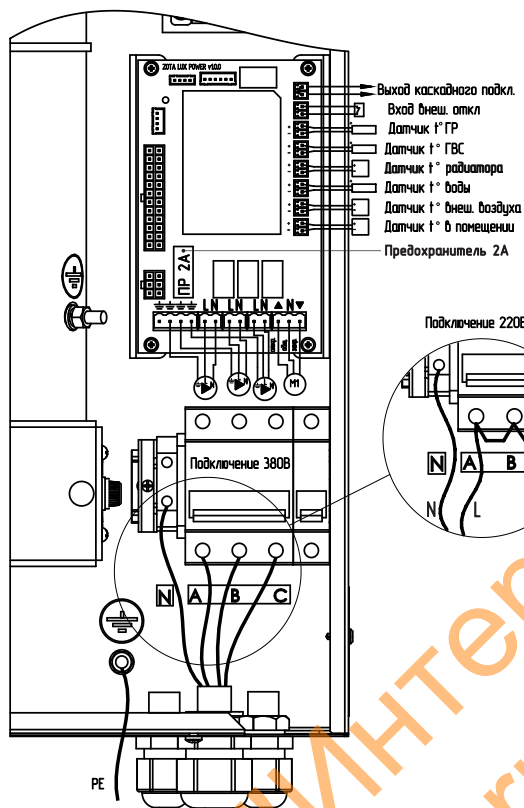

Рис. 3 Схема подключения электроводонагревателя
Схема присоединения электроводонагревателя к питающей сети, датчикам температуры, циркуляционному насосу и клапану приведена на Рис.3.
- Подключить электроводонагреватель к трехфазной сети переменного тока 380 В, 50 Гц, для этого присоединить рабочий нулевой провод на клемму нейтраль (N) электроводонагревателя, фазные провода на клеммы А, В, С вводного автомата. Защитный нулевой провод (РЕ) подключить на болт «ЗАЗЕМЛЕНИЕ» см. Рис.3;
- При питании электроводонагревателя от однофазной сети переменного тока 220 В, 50 Гц присоединить рабочий нулевой провод на клемму нейтраль (N) электроводонагревателя, а фазный на клеммы А, В, С вводного автомата, защитный нулевой провод (РЕ) должен подключаться к клемме «ЗАЗЕМЛЕНИЕ» см. Рис.3. Для соединения клемм А, В, С вводного автомата в комплекте имеется специальная перемычка (только для ZOTA «Solid»-4,5; ZOTA «Solid»-6; ZOTA «Solid»-7,5; ZOTA «Solid»-9), которая устанавливается на вводных клеммах автомата (см. Рис.3);
- Присоединить датчики температуры воздуха помещения (tдатч1) и на улице (tдатч2) к колодкам на блоке управления, проводом с сечением не менее 0,5 кв.мм и длиной до 20 м как показано на Рис.3. Необходимо строго соблюдать полярность, обозначенную на схеме при подключении датчиков температуры. Маркировка проводов датчиков температуры воздуха: красный (+), синий (-).
- Присоединить провода (L,N,заземление) от насосов к соответствующим контактам на клеммной колодке котла как показано на Рис.3. Мощность, потребляемая каждым насосом не должна превышать 200 Вт.
- При необходимости присоединить провода (откр_общ_закр) от двигателя трехходового смешивающего клапана к соответствующим контактам на клеммной колодке котла как показано на Рис.3. Мощность двигателя привода не должна превышать 20 Вт при напряжении ~220 В.